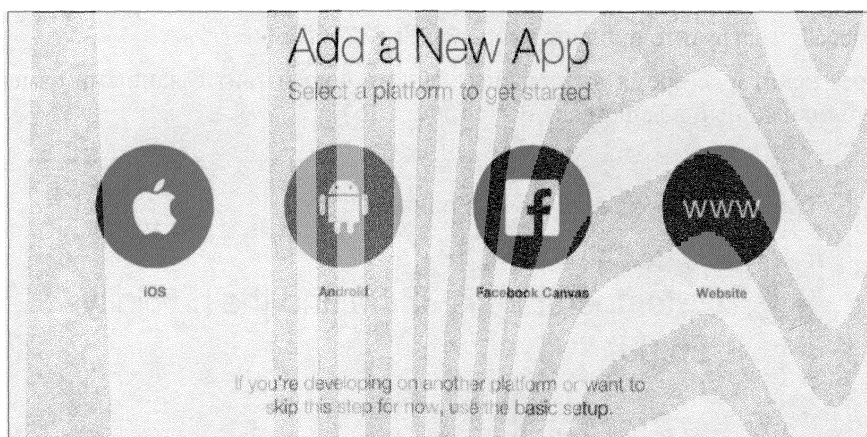

Рис. 5.17. Выбираем тип приложения
3. Когда вас спросят о типе приложения, выберите **Website** (рис. 5.17).